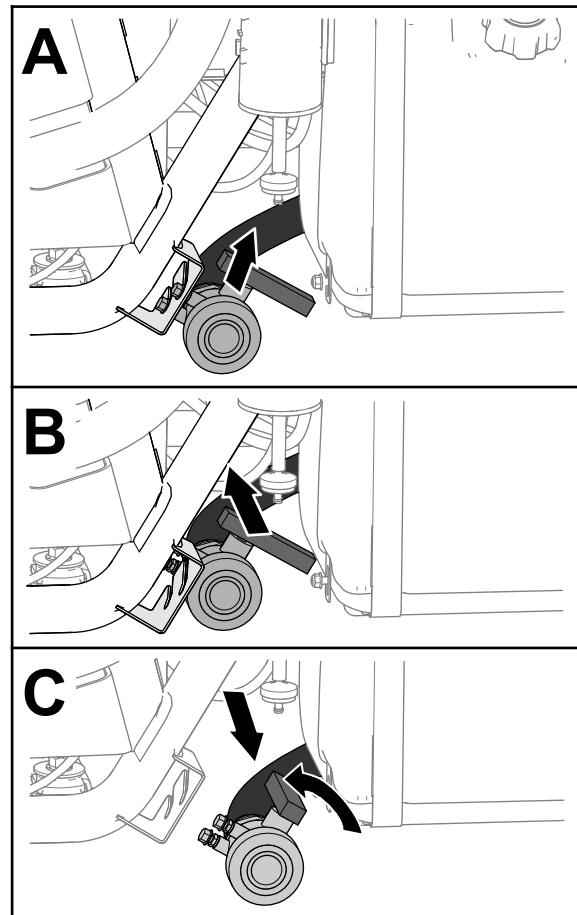

Bild 27
2. Ermitteln Sie das Ablassventil des Behälters an der linken Seite der Maschine vor dem Kraftstofftank (Bild 27).
3. Heben Sie das Ventil an und bewegen es nach innen, bis die Befestigungsbolzen des Ventils nicht mehr in den Schlitzen in der Ablassventilhalterung sind, und bewegen Sie das Ventil nach hinten (Bild 27).
4. Fluchten Sie das Ende des Ventils mit dem Ablassbehälter aus und drehen Sie den Ventilgriff nach links in die geöffnete Stellung (Bild 27).
5. Wenn der Behälter ganz geleert ist, drehen Sie den Griff des Ablassventils in die geschlossene Stellung und setzen das Ventil in die Ablassventilhalterung ein (Bild 27).